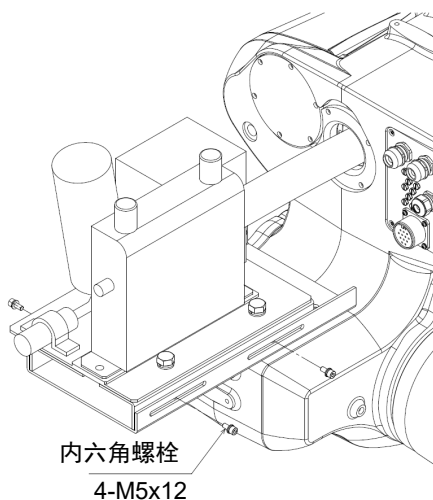
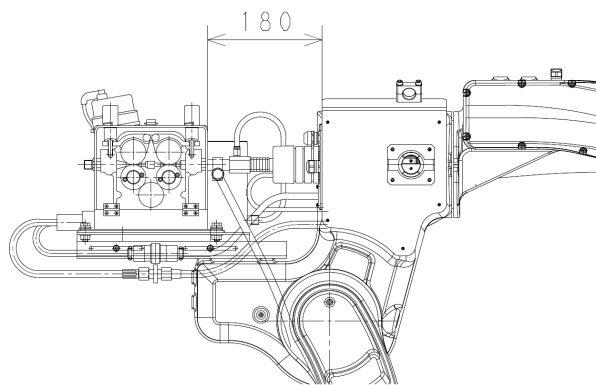

图 1.6 固定支架的安装(步骤 3)
图 1.7 送丝机安装外观图(步骤 3)
3. 参考图1.6和图1.7, 用4根内六角螺栓(M5×12)临时固定固定支架A和固定支架B。最终调整时, 请安装成如图2.4或图2.9所示将JT5轴调成135° 时, 一体化动力线变为R100左右。